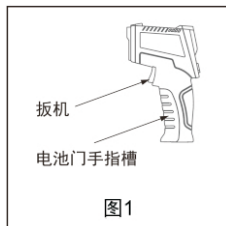

图1
3. 通过定位激光瞄准被测物体表面（如不需要激光定位，可关掉），扣动扳机目标温度就会显示在LCD上，松开扳机后，温度将保持显示在LCD上（如图1）。